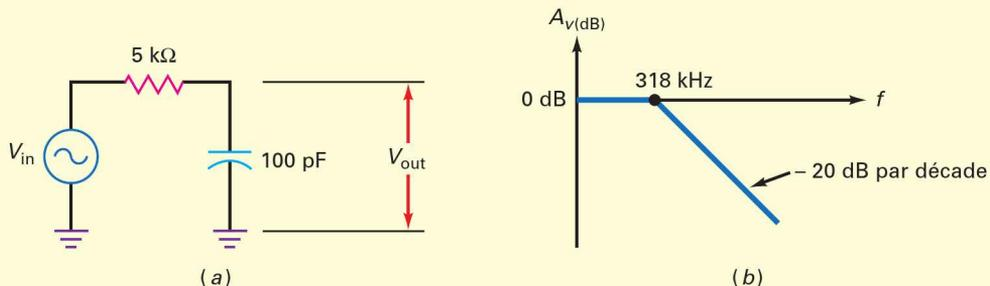

Figure 14.18
La figure 14.18*b* représente la courbe asymptotique. Le gain en tension est 0 dB aux basses fréquences, il casse à 318 kHz et ensuite il descend de 20 dB par décade.
14.14 Avez-vous compris ? Sur la figure 14.18, changer la résistance R à 10 k Ω et calculer la fréquence de coupure.